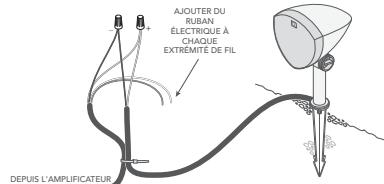

Figure 4
- En commençant par l'enceinte la plus éloignée de l'amplificateur, dénudez 3/4 po d'isolation sur l'extrémité coupée des câbles pleine terre pour le canal d'amplification approprié, conformément aux tableaux ci-dessous, puis dénudez l'isolation des extrémités du câble de l'enceinte correspondante. Enveloppez tous les câbles inutilisés dans du ruban électrique pour les protéger de l'humidité et des courts-circuits (voir Figure 4).
- Connectez le câble pleine terre à l'enceinte à l'aide d'un collier de serrage (voir Figure 4).